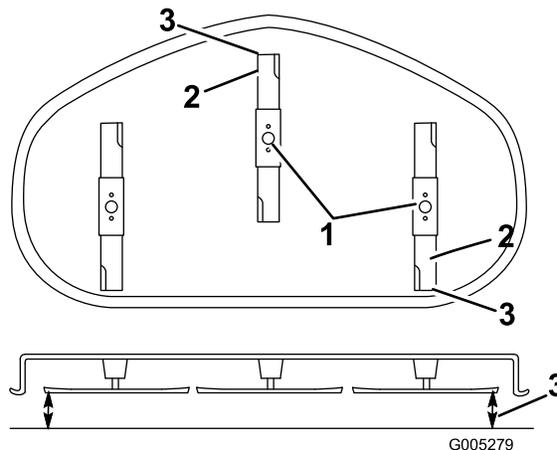

Figure 43
5. Réglez la hauteur de coupe à la position 3 [76 mm (3 pouces)] et tournez les lames avec précaution dans le sens longitudinal (Figure 43).
6. Mesurez la distance entre la pointe de la lame avant et la pointe de la lame arrière par rapport à la surface plane (Figure 43). Si la pointe avant de la lame n'est pas de 1,6 à 7,9 mm (1/16-5/16 pouce) plus basse que la pointe arrière, réglez le contre-écrou avant.
réglage de l'écrou jusqu'à ce que la pointe avant de la lame soit de 1,6 à 7,9 mm (1/16-5/16 pouce) plus bas que la pointe arrière (Figure 43).